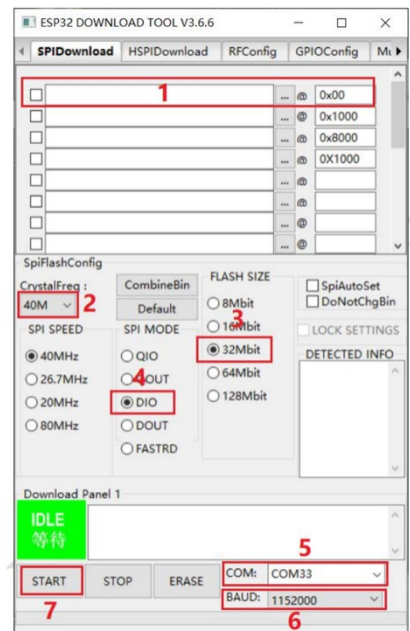

图 4 (Fig.4)
2. 如右图 4 (Fig.4) 所示：在 1 处选择要烧录的固件路径，地址通常为 0X00，设置好后记得在前面打上勾勾；在 2 处选择系统时钟为 40MHz；在 3 处选择 Flash 的大小为 32Mbit；在 4 处选择 SPI MODE 为 DIO 模式；在 5 处选择当前板卡在电脑所识别的端口号；在 6 处选择串口波特率（值越大下载固件的速率越快，最大支持 1152000bps）；